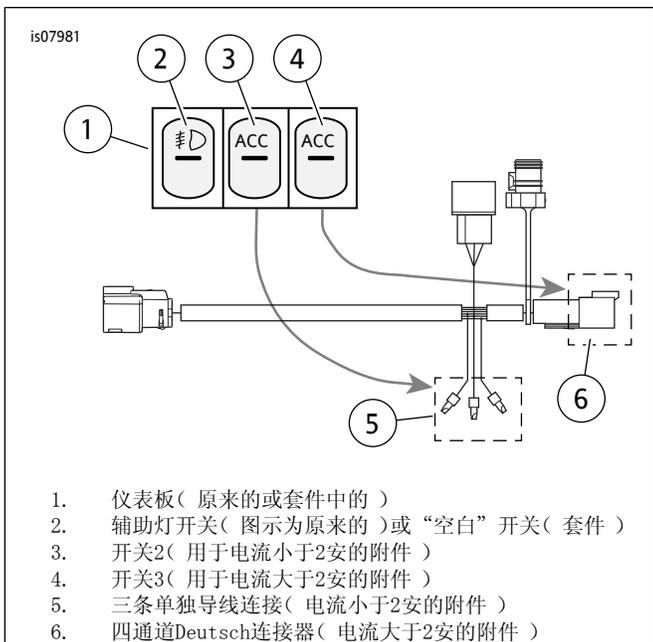

图1. 开关连线与线束
2. 采用四路Deutsch插座连接电源的附件：参见图1。任何电流消耗超过2安的附件必须使用四路连接器（6），它通过右侧开关位置的开关进行控制。它也可用于控制电流小于2安的附件。直接插入电气连接线束或电气附件适配器通过三根独立电线连接电源的附件：参见图1、表1和表2。3个拼接帽连接器（5）仅可用于控制电流消耗小于2安的（2导线）附件或电流消耗超过2安且已包含继电器的（3导线）附件。将附件（或多个附件）的导线剪切至适合长度，以方便连接至电气连接线束的三条单独导线。必要时剪掉线束上三条导线的线帽。